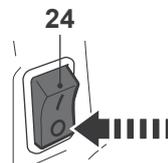

Fig. 28
- > Placer le commutateur de marche (24) en position d'arrêt « O » (Fig. 28).